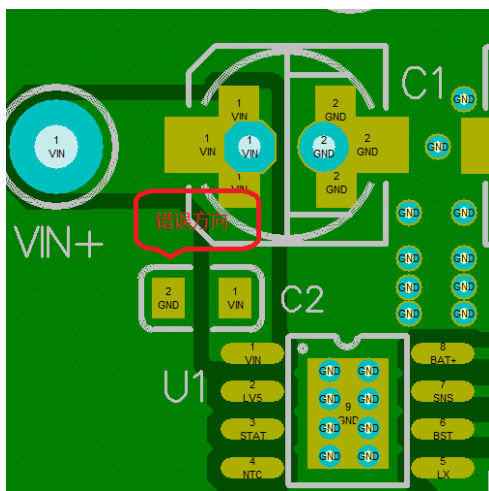

图 2 (C2 电容错误方向)
- 2、输入小容量贴片电容 C2 尽量靠近芯片第一脚和底盘，注意 C2 的放置方向，尽量放置在输入大电流回路，如下图 2,3 所示：